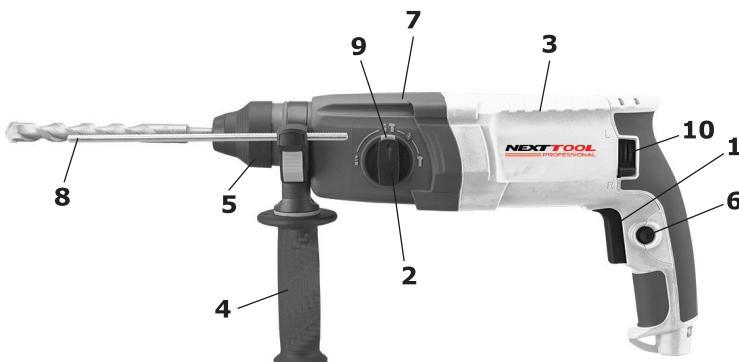

рис.1
1.6 Общий вид перфоратора представлен на рис.1
1.7 Перфоратор состоит из горизонтально расположенного коллекторного двигателя в пластиковом корпусе (рис.1 поз.3), выполненном заодно с рукояткой. К корпусу двигателя крепится корпус редуктора, в котором расположен механизм, передающий вращательное и возвратно-поступательное движение на рабочий инструмент. Крутящий момент с якоря электродвигателя через шестерни, передаётся на ствол с патроном SDS – plus (рис.1 поз.5), расположенный соосно с двигателем. Тип ударного механизма перфоратора - электропневматический. Эксцентриковый подшипник преобразует вращательное движение якоря в возвратно-поступательное движение поршня. С поршня ударник передаёт энергию удара на ствол с патроном SDS – plus. На корпусе редуктора слева расположен переключатель режимов (рис.1 поз.2) с фиксатором (рис.1 поз.9) в трёх режимах: «сверление»/«сверление с ударом»/«удар».
В зависимости от вида выполняемой работы, в патрон SDS – plus вставляется необходимая насадка (пика, долото, сверло) с соответствующим хвостовиком, или переходник SDS-plus/сверлильный патрон для установки сверлильного патрона, если необходимо работать в режиме «сверление». Дополнительная рукоятка (рис.1 поз.4) хомутом крепится
на корпусе редуктора (рис.1 поз.7). Фиксируется рукоятка, закручиванием по часовой стрелке, в любом положении (от 0° до 360°), что удобно пользователю, как «правше», так и «левше».
В отверстие левой части суппорта рукоятки вставляется, при необходимости, стержень-ограничитель глубины сверления (рис.1 поз.8).
1.8 Выключатель (рис.1 поз.1) расположен в передней части рукоятки. Включение/отключение инструмента осуществляется нажатием на выключатель. Силой, приложенной к выключателю, регулируется число оборотов и частота ударов перфоратора. Нажатием кнопки (рис.1 поз.6), выключатель фиксируется в рабочем положении с максимальным числом оборотов (максимальной частотой ударов). При повторном нажатии, выключатель и кнопка фиксации (с характерным щелчком), возвращаются в исходное положение – выключено.
- вставить стержень фиксации глубины сверления (рис.1 поз.8) в отверстие;
- включение перфоратора осуществляется нажатием на выключатель (рис.1 поз.1);
- фиксация выключателя в рабочем положении осуществляется нажатием на кнопку (рис.1 поз.6);
Нажав кнопку (рис.1 поз.9) в верхней части ручки (рис.1 поз.2), начните поворот к режиму с условным знаком, приведённым ниже. Отпустите кнопку фиксатора. При достижении выбранного положения, ручка зафиксируется, а кнопка фиксации (со щелчком) вернётся в исходное положение.
- при работе в режиме сверление без удара, переключатель (рис.1 поз.2) установить в положении «сверло». При этом режиме перфоратор может работать с патроном SDS – plus, но, как правило, устанавливается ключевой патрон;
- при работе в режиме сверление с ударом, переключатель (рис.1 поз.2) в положении «сверло с молотком»;
- при работе в режиме долбление, переключатель (рис.1 поз.2) в положении «молоток».
Рычагом реверса (рис.1 поз.10) изменяется направление вращения патрона. В положении «L» (отмечено на корпусе) - вращение по часовой стрелке, в положении «R» - против часовой стрелки.